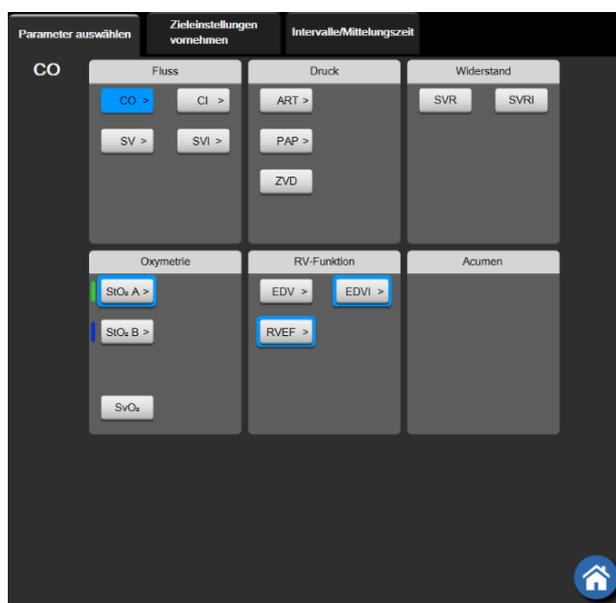

Abbildung 5-4 Beispiel für die Auswahl von Hauptparametern im Kachel-Konfigurationsmenü
- 2 Im Kachel-Konfigurationsmenü ist der ausgewählte Parameter farblich hervorgehoben und sind die anderen aktuell angezeigten Parameter farblich umrahmt. Die zur Verfügung stehenden Parameter werden ohne Hervorhebung angezeigt. In Abbildung 5-4 ist die Registerkarte „Parameterauswahl“ des Konfigurationsmenüs dargestellt, das bei der Auswahl kontinuierlicher Parameter und während der Überwachung mit dem HemoSphere Swan-Ganz-Modul angezeigt wird. Das Erscheinungsbild dieses Fensters bei der Überwachung mit anderen HemoSphere-Modulen bzw. -Kabeln variiert wie in Abbildung 5-4 dargestellt. Parameter werden in Kategorien eingeteilt. Die verfügbaren Kategorien basieren auf dem aktuellen Überwachungsmodus. Die im Folgenden beschriebenen Kategorien sind gruppiert und erscheinen im Konfigurationsmenü zur Parameterauswahl. Siehe Abbildung 5-4.